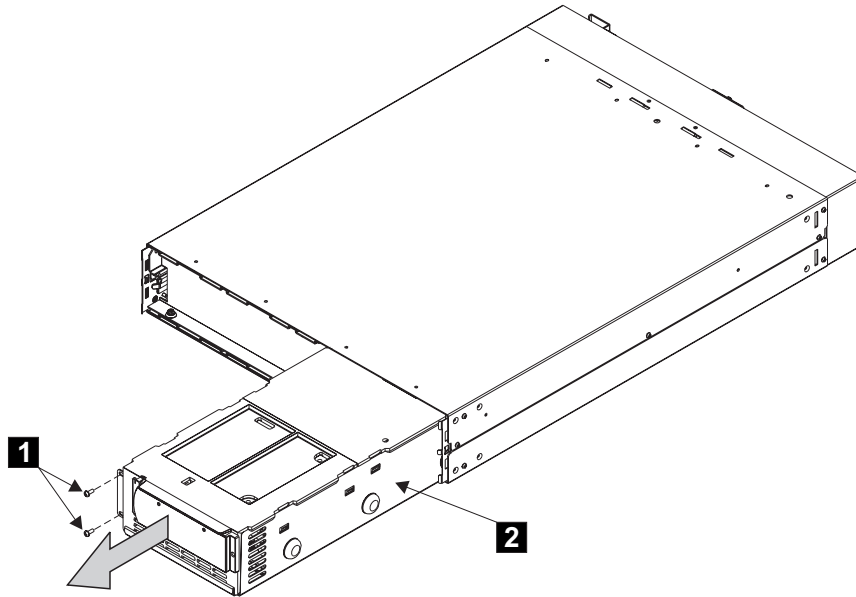

図 109. 2145 無停電電源装置の電子部品アセンブリーの取り出し
3. 2 つのねじ **1** を取り外します (図 109 を参照)。